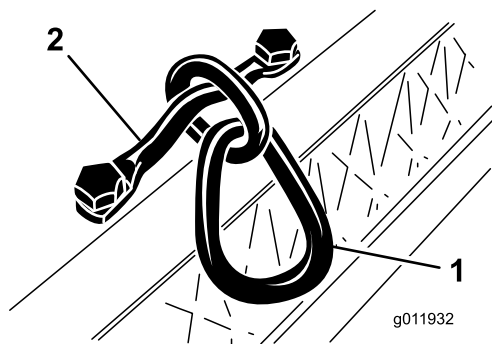

Figura 7
2. Apriete los tornillos de caperuza a entre 34 y 40 N·m (Figura 7).